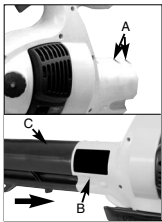

Fig. 1A
- Lossa på skruvarna (A) och ta bort skruven (B). Sätt in blåsröret (C) i fläkthuset och skruva in skruven (B) på nytt. Dra åt skruvarna (A) hårt (fig. 1A).